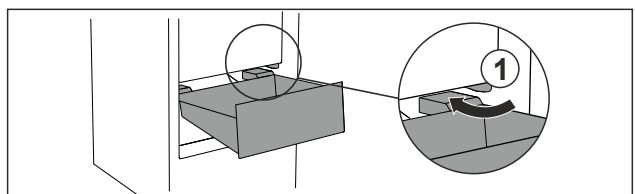

Fig. 22
- ▶ Обойдите стопор Fig. 22 (1) выдвижного ящика под наклоном.